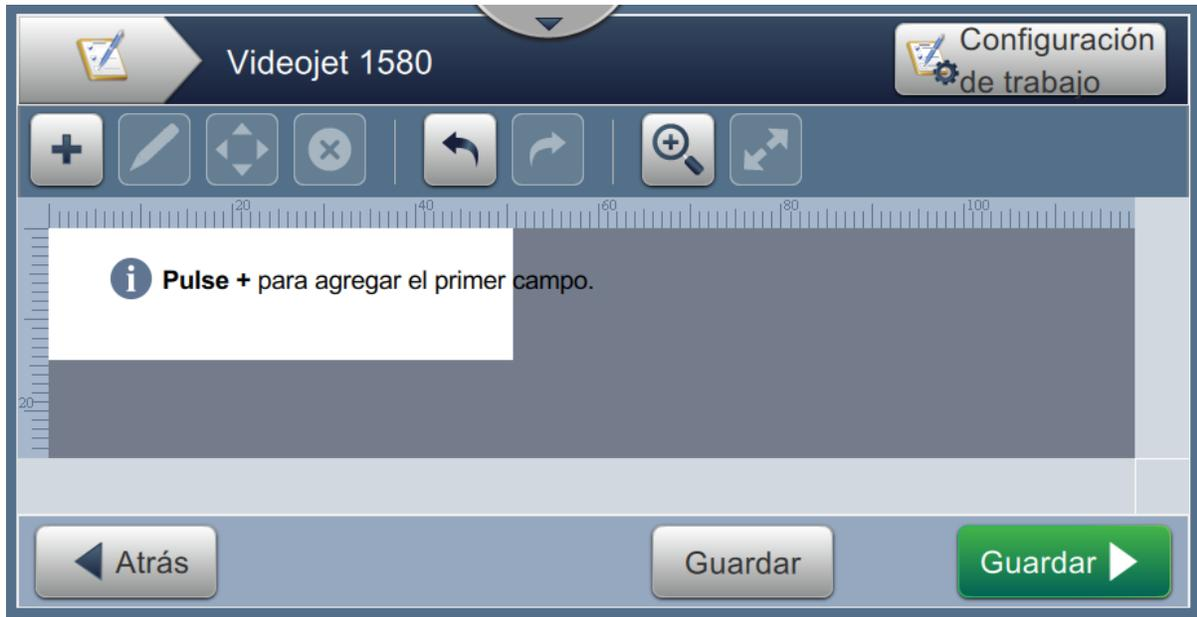

Figura 5-3. Pantalla Editor de trabajos
6. Se abre la pantalla Editor de trabajos, como se muestra en la Figura 5-3.